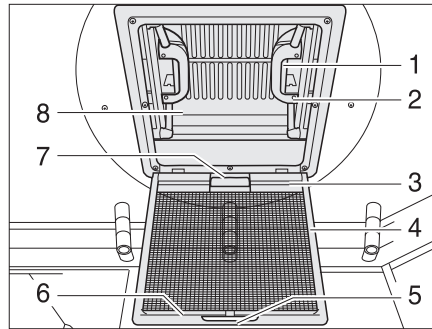

Fig. 41 Lanterneau à pousoirs
- Tirer sur la poignée (Fig. 41,5).
- Rabattre la moustiquaire (Fig. 41,4) vers le bas.
- Appuyer sur le verrou (Fig. 41,1) vers l'intérieur du lanterneau (Fig. 41,8). Pousser le lanterneau simultanément vers le haut par la poignée (Fig. 41,2).
- Faire basculer la moustiquaire (Fig. 41,4) vers le haut jusqu'à ce qu'elle s'enclenche.
- Tirer fortement le lanterneau (Fig. 41,8) vers le bas par les deux poignées (Fig. 41,2) jusqu'à ce que les deux verrous (Fig. 41,1) s'encliquettent.
- Tirer le store occultant par la poignée (Fig. 41,7) et accrocher la barre d'accrochage (Fig. 41,3) dans la barre de retenue (Fig. 41,6) de la moustiquaire.
- Détacher la barre d'accrochage (Fig. 41,3) de la barre de retenue (Fig. 41,6) et laisser revenir lentement le store occultant.